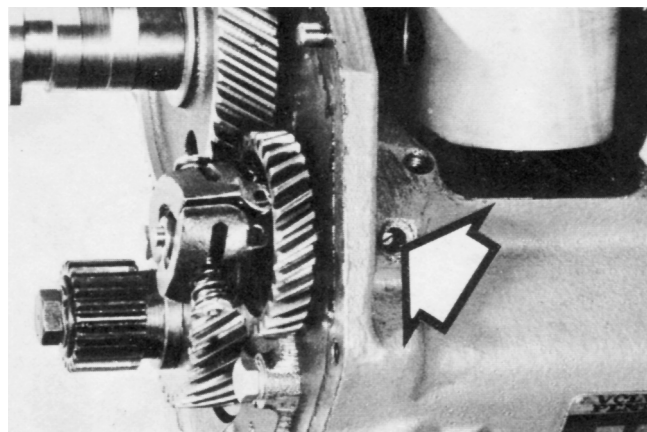

Fig. 48.
2. Tag bort stoppskruven som sitter på motorns högra sida sett från regulatorn (se fig. 48).